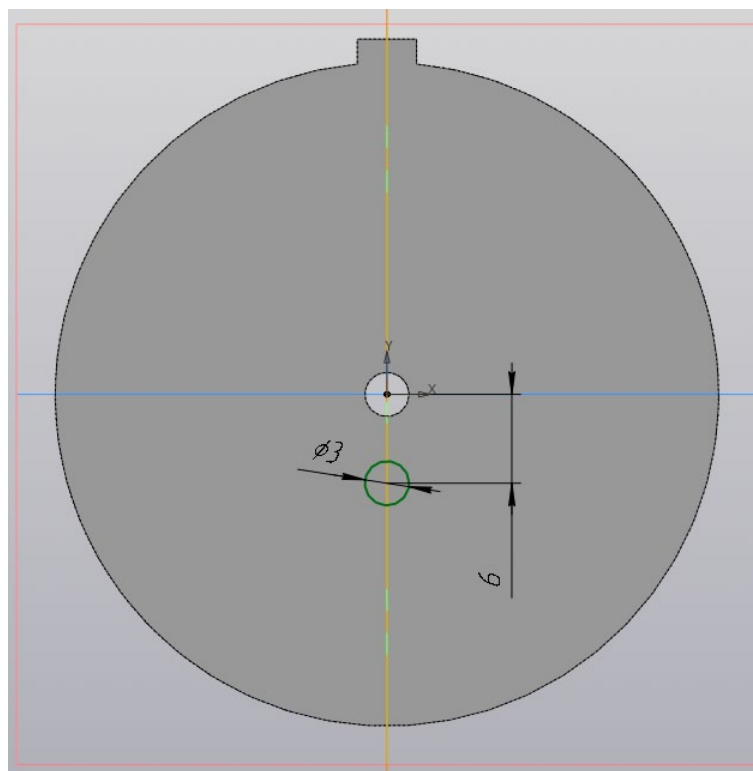

Рисунок 14 – Второй эскиз матрицы
2.5 На любой поверхности матрицы постройте второй эскиз с окружностью 3 мм на расстоянии 6 мм от точки начала координат (рис. 14).